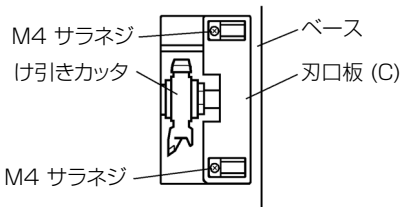

図 4
本体をうら返して、M4 サラネジ (2本) をゆるめ、刃口板 (C) を図 4 のようにカッタの刃先側面に当たらない程度に移動させて、M4 サラネジ (2本) を締付け固定します。